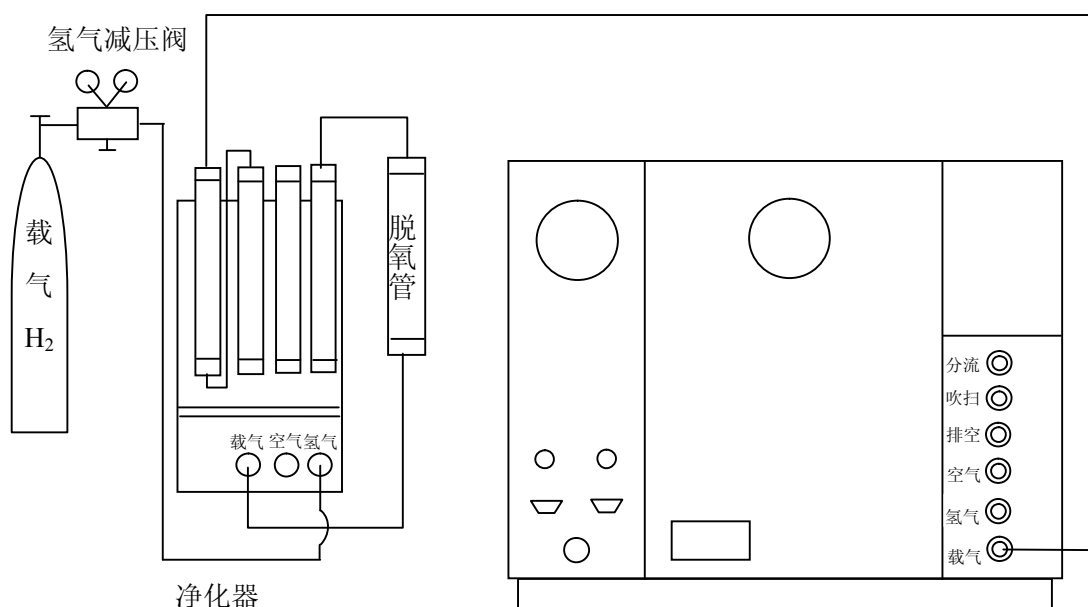

图 7-9 脱氧管连接示意图
- 氢气必须严格脱氧，以防止程序升温时 TCD 出鬼峰。可采用脱氧管脱氧。脱氧管的连接示意图见图 7-9。也可以用纯氮（氧含量 $\leq 1\mu\text{g/ml}$ ）作载气。